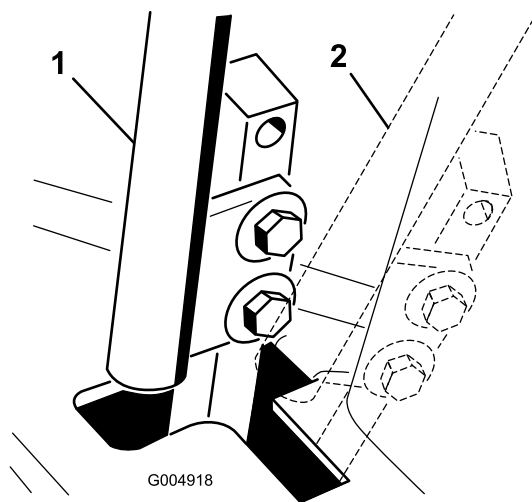

Рисунок 55
4. Переведите рычаг управления в НЕЙТРАЛЬНОЕ положение, но **не в положение фиксации** (Рисунок 55).
6. Проверьте положение рычага управления относительно выемки в консоли (Рисунок 55).